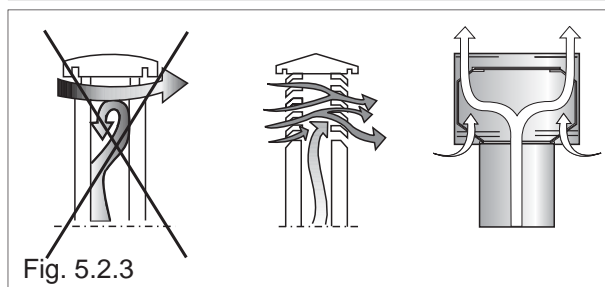

Fig. 5.2.3
- Le **RACCORD DES FUMÉES** entre le poêle et le conduit de fumée devra avoir la même section de sortie des fumées du poêle. Certains tronçons horizontaux ne devront pas dépasser 2 mètres et il devra y avoir un dénivellement de 8÷10 cm par mètre, en direction du conduit de fumée. Deux coudes maximum de 90° sont possibles. La forme de la **CHEMINÉE** doit être de type **ANTI-VENT** avec une section intérieure égale à celle du conduit de fumée et une section de passage des fumées en sortie **DOUBLE** par rapport à la section intérieure du conduit de fumée (Fig.5.2.3).
La **CUMBRERA** debe ser del tipo **ANTIVIENTO** con sección interna equivalente a la del cañón de humo y sección de paso del humo a la salida al menos **DOBLE** respecto a la interior del cañón de humo (Fig.5.2.3).